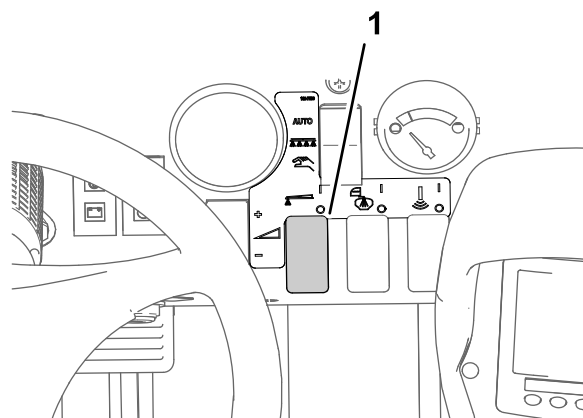

Рисунок 39
8. С помощью переключателя нормы внесения установите необходимое давление, как описано в руководстве по выбору сопел, поставляемом вместе с опрыскивателем (Рисунок 39).